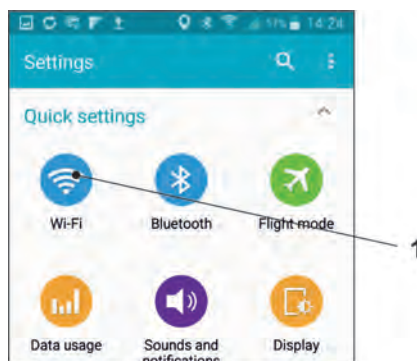

Fig. 29-3 Symbole pour WLAN
3. Sélectionnez WLAN (Fig. 29-3 n° 1).